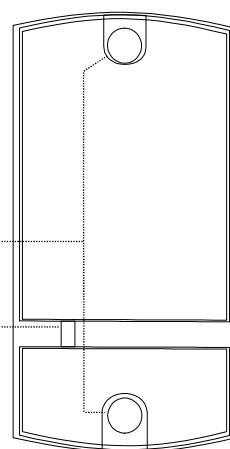

Рис. 2
- 5) Закройте отверстия на считывателе заглушками из комплекта (рис.2).